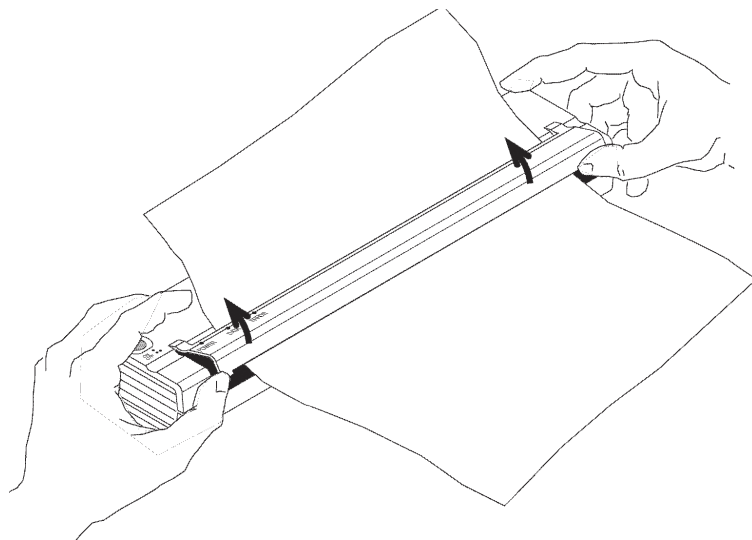

Figure 15. Ouverture du capot
- Si l'imprimante *ne commence pas* immédiatement à imprimer, ouvrez le capot au maximum. Consultez les Figures 15 et 16, pages 43 et 44. Sortez-le papier, refermez le capot et réinsérez le papier.
Consultez la Figure 15.